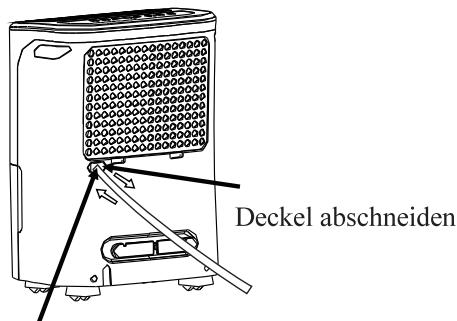

Abb. 7
- Schneiden Sie die Abdeckung vom hinteren Ablaufschlauch ab. Bringen Sie einen Ablaufschlauch (ID=13,5mm) an und führen Sie ihn zum Bodenablauf oder einer geeigneten Entwässerungseinrichtung (siehe Abb.7).